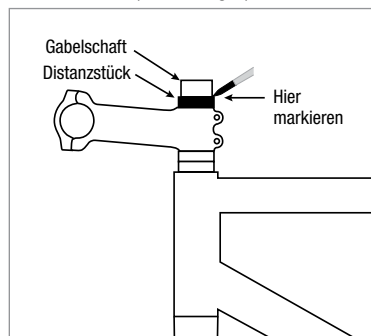

Abbildung 6
8. Fügen Sie ein 10 mm Distanzstück über der Vorbaufixierung hinzu und verwenden Sie einen Filzstift mit feiner Tinte, um den Gabelschaft entlang der Oberkante des Distanzstück zu markieren, falls Gabelschaft übersteht (Abbildung 6).